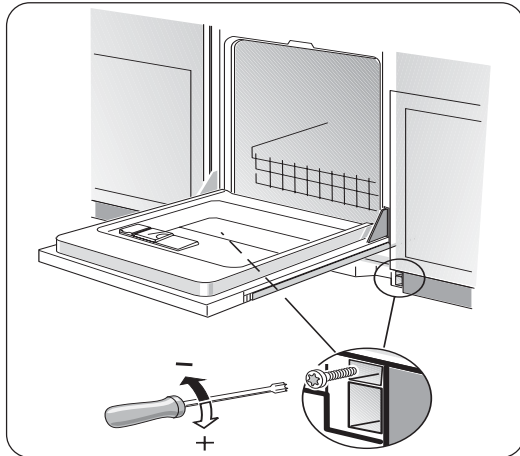

Ilustración 31
- 2 Introduzca los tornillos como muestra la **Ilustración 31**. Dele vuelta al tornillo en el sentido del reloj para aumentar la tensión del resorte.